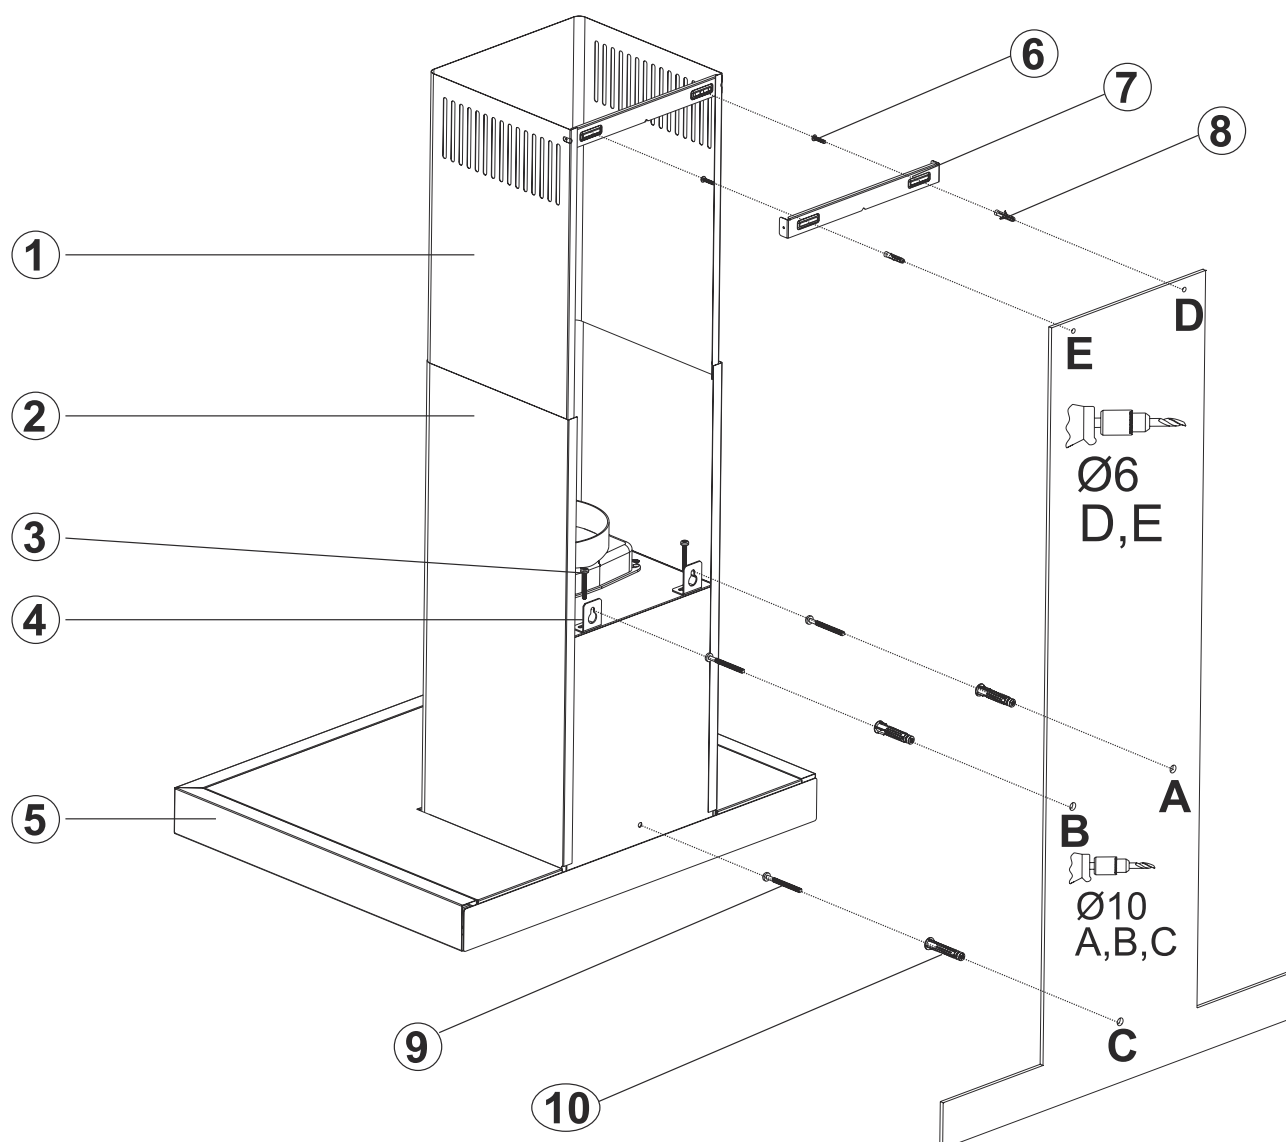

Fig. 12
2. ➤ Fissare la dima di montaggio sulla parete all'altezza specificata (Vedere le distanze progettate minime e massime dal piano di lavoro), quindi eseguire i fori A, B e C con le dimensioni indicate nel modello (Fig. 12).
3. ➤ Inserire i tappi a parete, Ø 10mm nei fori realizzati con trapano A, B, C, e avvitare le viti 5.5 x 60 (9) nei punti A + B, in modo tale da lasciare uno spazio di 5mm fra la testa della vite e la parete (Fig. 12)
- 4.** ➤ Fissare le piastre di sospensione del piano cottura sul corpo della cappa con viti M5x35 (3) (Fig. 12).
- 5.** ➤ Sospendere la cappa dalle piastre di sospensione sulla parete nei punti (A, B). Se la cappa non è parallela, posizionarla in parallelo serrando o allentando le viti M5x35 (3).